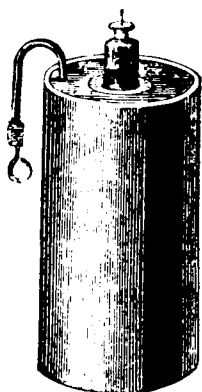

Рис. 7.
**Сухіе элементы.** Кромѣ только что перечисленныхъ элементовъ, въ которыхъ, какъ мы видѣли, большую роль играетъ жидкость, за послѣднее время въ продажѣ появились такъ называемые сухіе элементы (рис. 7), имѣющіе то удобство, что они продаются въ готовомъ видѣ и не требуютъ никакой сборки. По своему устройству они напоминаютъ жидкіе элементы Лекланше, такъ какъ имѣютъ тѣ же самые электроды, при чемъ угольный электродъ имѣетъ видъ круглой палочки, а цинковый видъ стакана. Жидкости въ такихъ элементахъ совсѣмъ нѣтъ, и ее за-